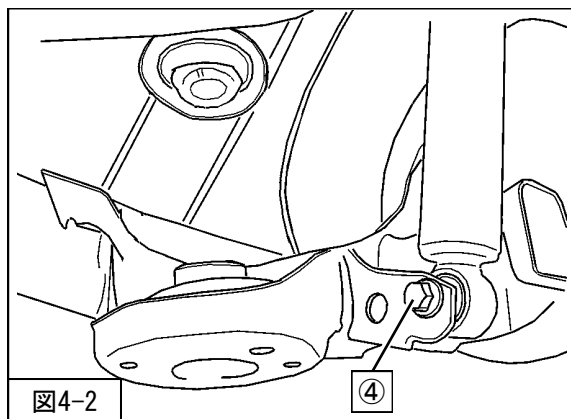

図4-2
④リアショックアブソーバASSYロア取付ナットを仮締めしてください。（図4-2）